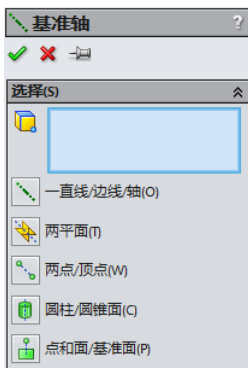

图 3-4 “基准轴” 属性管理器
1. 在菜单栏中选择“插入参考几何体”→“基准轴”命令，或者单击“特征”工具栏上的“基准轴”图标按钮。此时出现“基准轴”属性管理器，如图 3-4 所示。